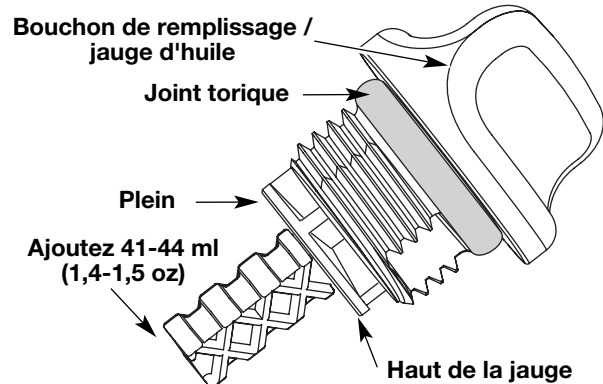

Fig. 24
5. Retirez le bouchon de remplissage / jauge d'huile et vérifiez le niveau d'huile. L'huile devrait atteindre le haut de la jauge (Fig. 24).